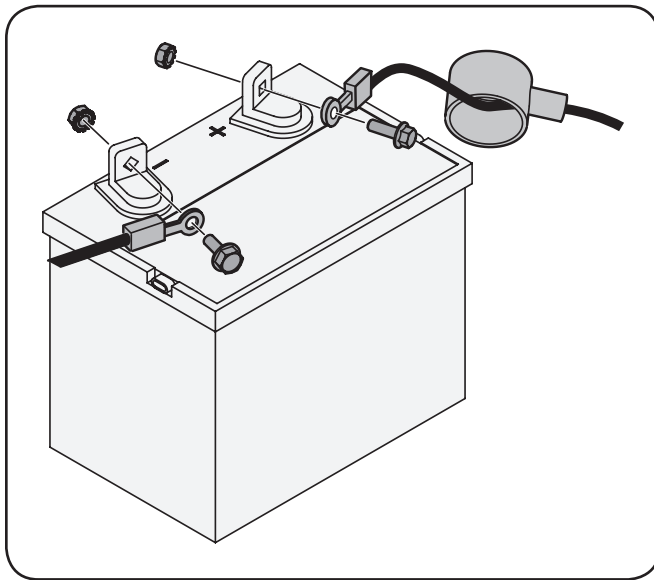

Figura 3-7
1. Retire la cubierta plástica, si es que está presente, del borne positivo de la batería y conecte el cable rojo al borne positivo de la batería (+) utilizando el perno y la tuerca hexagonal. Vea la Figura 3-7.
2. Retire la cubierta plástica, si es que está presente, del borne negativo de la batería y conecte el cable negro al borne negativo de la batería (-) utilizando el perno y la tuerca hexagonal. Vea la Figura 3-7.